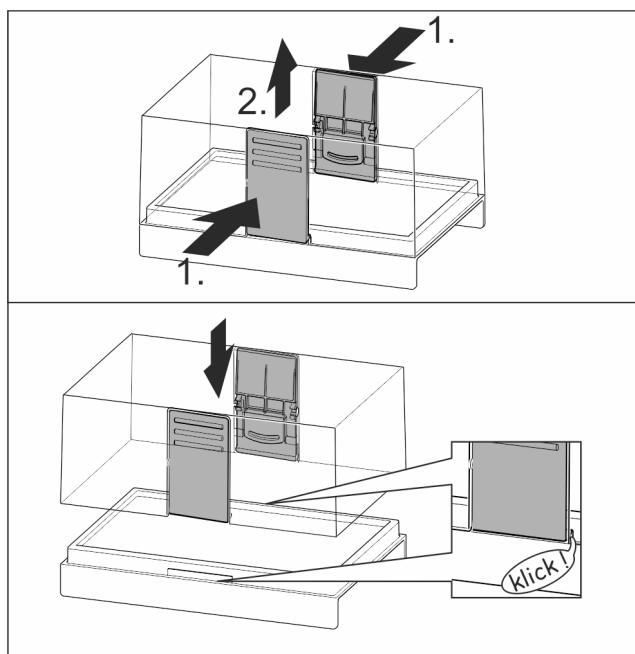

*Fig. 72 Примерное отображение стеклянной пластины*
- Наклоняя вниз, установите стеклянную пластину за стопоры. (см. *Fig. 72*)